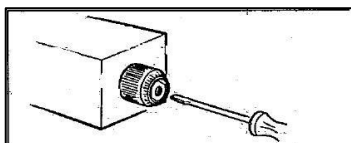

Fig. 3.4
- Tryck med en skruv på stiftet i mitten av elektromagnetventilerna (se fig. 3.4) för att manuellt låsa upp elektromagnetventilerna som kan ha låst sig efter en längre tids inaktivitet.